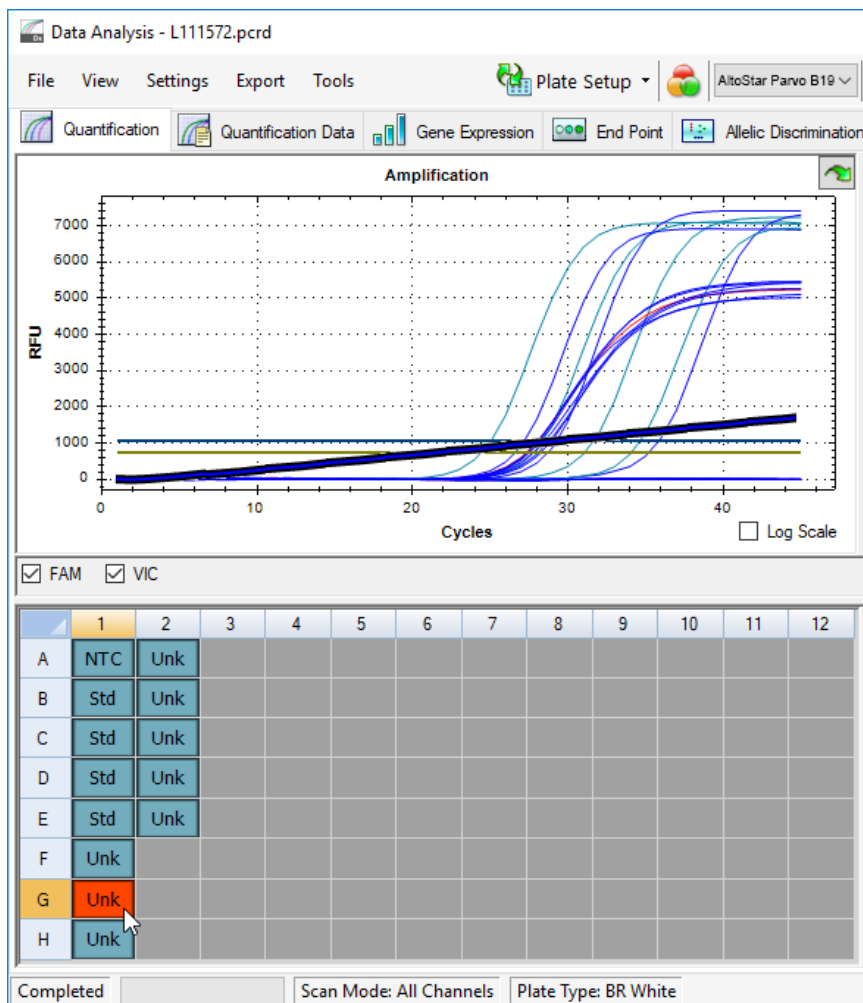

Figura 6: Finestra Data Analysis (Analisi dei dati): segnale PCR irregolare
- Identificare i pozzetti con segnali PCR irregolari (aumento del segnale lineare, picchi anomali, ecc.) in uno qualsiasi dei canali di rilevamento FAM™ (parvovirus B19 target) e VIC™ (IC) (vedere figura 6).